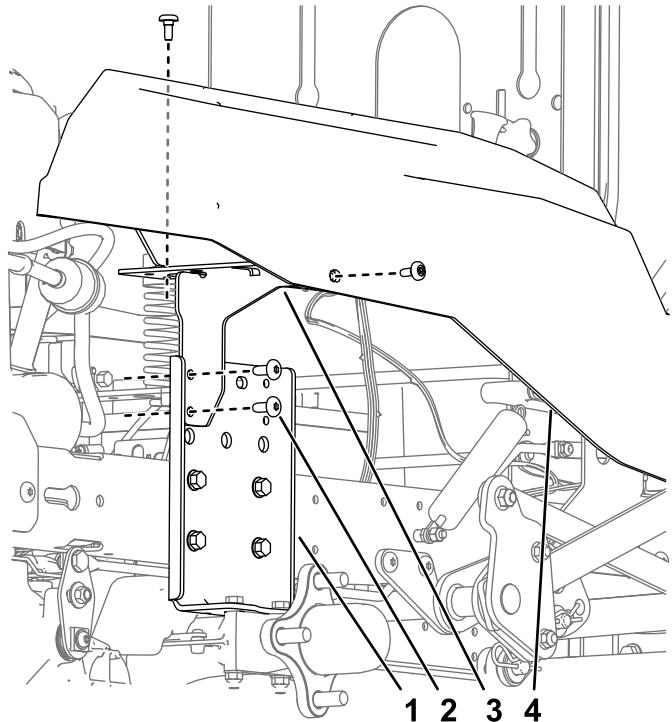

Figure 3
8. Déposez les supports de carénage de la machine (Figure 3).